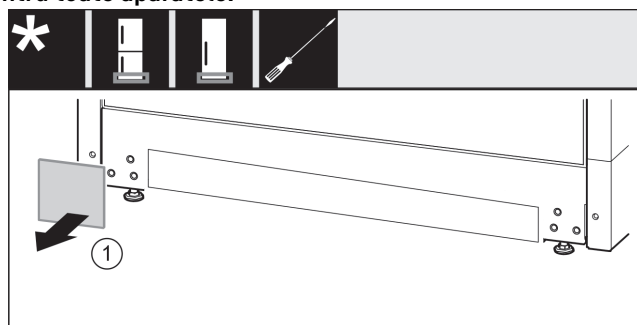

Fig. 14
- ▶ Detașați apărătoarea. Fig. 14 (1)